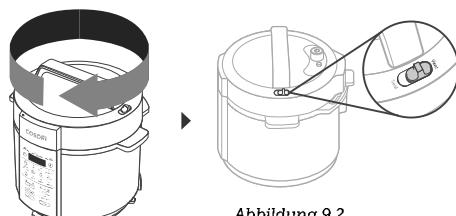

Abbildung 9.2
2. Schließen Sie den Deckel des Schnellkochtopfs und drehen Sie ihn im Uhrzeigersinn zu. Stellen Sie den Dampfablassschalter auf „VENT (Entlüften)“. [Abbildung 9.2]